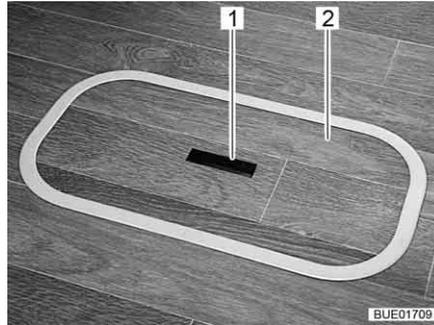
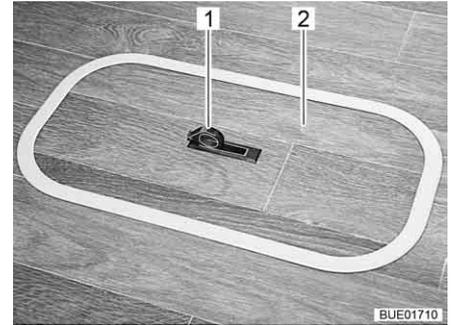

Bild 48 Abdeckung Bodenfach (Griff versenkt)
Bild 49 Abdeckung Bodenfach (Griff herausgeschwenkt)
- Auf einer Seite die Griffplatte (Bild 48,1) nach unten drücken. Der Griff (Bild 49,1) schwenkt nach oben.
- Die Abdeckung (Bild 48,2 bzw. Bild 49,2) nach oben abnehmen.